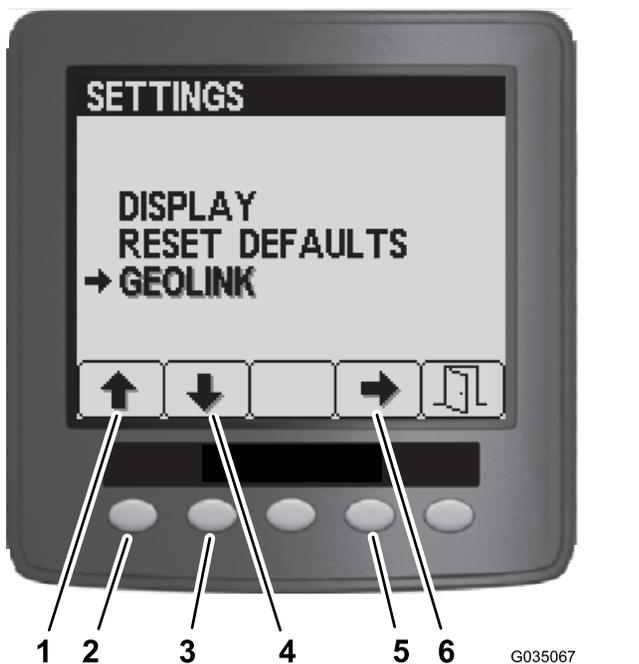

图101
4. 在 Settings (设置) 菜单上, 按 1 号按钮或 2 号按钮, 直至 GeoLink 选项高亮显示, 然后按 4 号按钮, 导航至 GeoLink 菜单 (图101)。